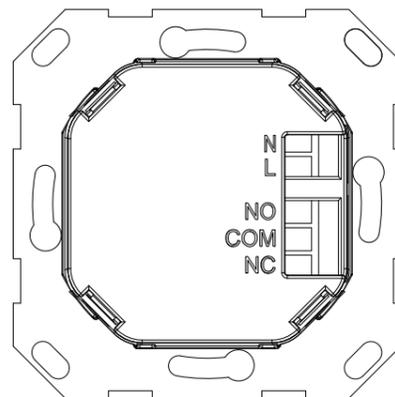

Fig. 2: Face arrière du module encastré
- Raccorder la tension d'alimentation 230 V AC aux bornes L et N à la face arrière du module encastré (voir Fig. 2).
- Le raccordement d'actionneurs se fait via les bornes NO / COM / NC à la face arrière du module encastré (voir Fig. 2 et chapitre "Contact libre de potentiel").
Le capteur pour CO₂ dans l'air ambiant dispose d'un contact libre de potentiel auquel on doit raccorder p. ex. un actionneur. Les bornes de raccordement du contact libre de potentiel se trouvent à la face arrière du module encastré (voir Fig. 2).